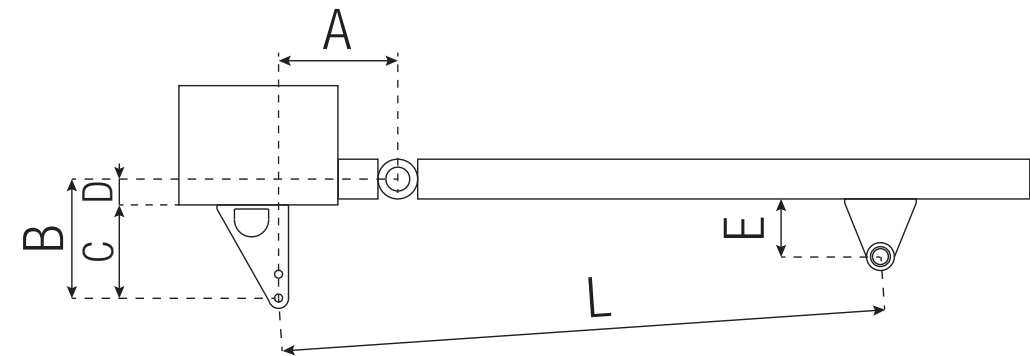

Fig. 3
Avant de fixer les supports fournis, établir les coordonnées A et B (Fig. 3) à l'aide des données du tableau 1. Ces données sont valides si le moteur à engrenages est à l'extension maximale moins un centimètre de la course disponible (CD) lorsque la porte est fermée pour obtenir une efficacité de travail maximale. Pour ancrer le piston, utiliser les supports de fixation fournis.